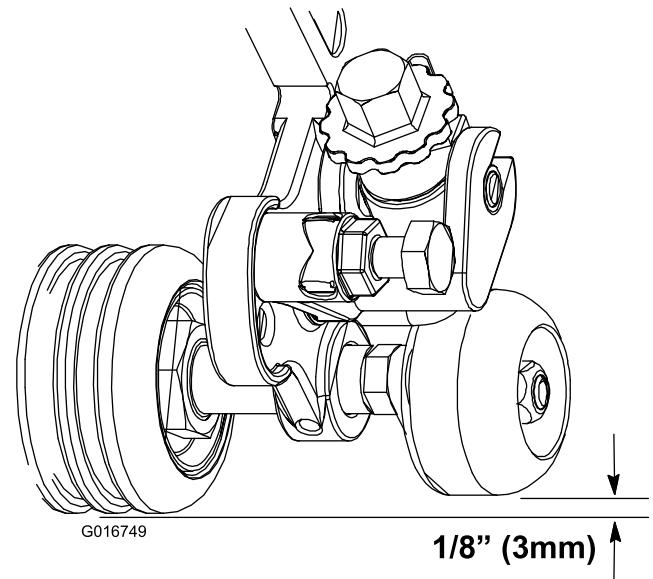

図 2
6. ローラを下向きに押して、前ローラよりも 3 mm 高くなるようにセットする (図 2)。